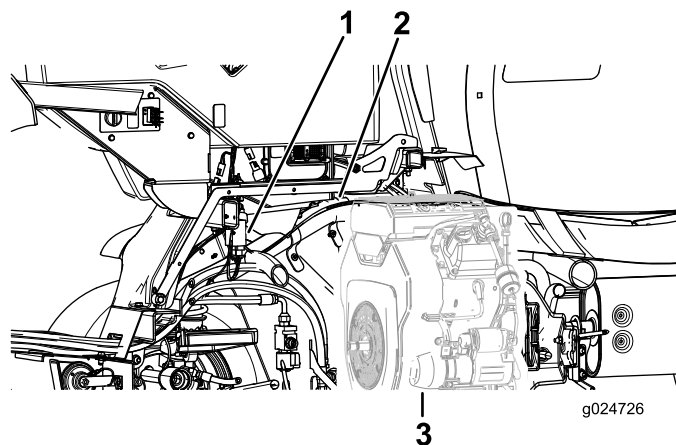

Figure 35
1. Acheminez la branche du faisceau relative aux feux arrière vers l'arrière en partant du module des clignotants, le long du tube de cadre droit, entre le tube de cadre et le moteur (Figure 35).